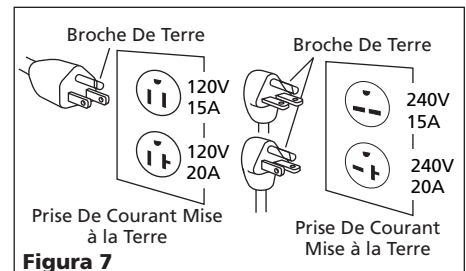

Figure 7
1. Ce produit doit être mise à la terre. Lors d'un court-circuit, la mise à la terre diminue le risque de secousse électrique en fournissant un fil d'échappement pour le courant électrique. Le modèle est équipé d'un cordon avec une broche de terre qui correspond aux types de prises de courant indiquées sur la Figure 7. Si la fiche ne correspond pas dans la prise de courant désirée, la faire remplacer par un électricien qualifié terre correctement en respectant tous les codes et règlements locaux.
- Si la fiche sur le cordon d'alimentation du modèle vous paraît étrange ou si la fiche ne correspond pas à votre prise de courant, se référer à la Figure 7 pour une explication des différentes fiches et des tensions que vous pouvez utiliser avec ces fiches.